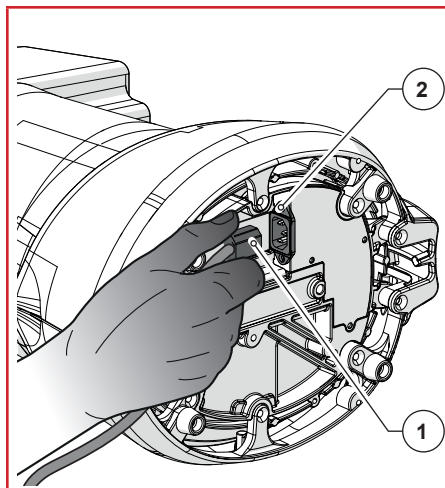

Fig. 11
- Innestare la presa del cavo di alimentazione (Fig. 11 Part. 1) alla spina prevista sulla parte inferiore dell'apparecchio (Fig. 11 Part. 2);